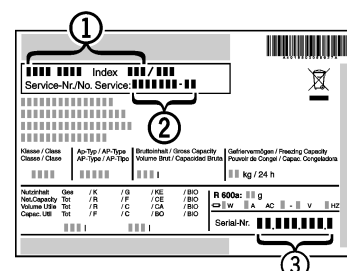

Fig. 34
- Relever la désignation de l'appareil Fig. 34 (1), le n° de service Fig. 34 (2) et le n° de série Fig. 34 (3) sur la plaquette signalétique. Cette plaquette se trouve sur la paroi intérieure gauche de l'appareil.
- Informer le S.A.V. et lui communiquer la panne, la désignation de l'appareil Fig. 34 (1), le n° de service Fig. 34 (2) et le n° de série Fig. 34 (3).